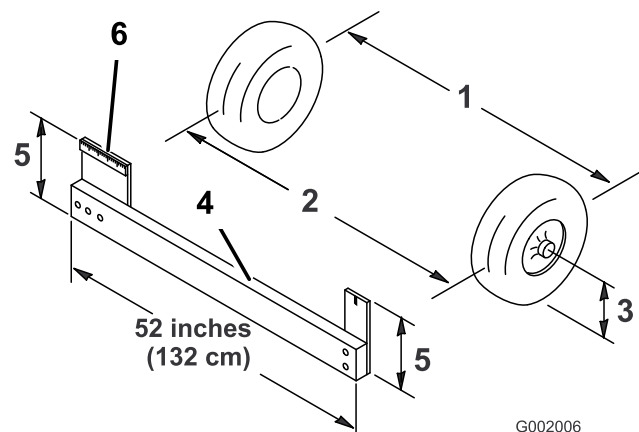

図 58
4. 前輪の前と後ろで、左右のタイヤの中央線間距離を測る；計測はアクスルの高さで行う (図 58)。前輪の後ろで、アクスルの高さで測定を行うには市販または手製のトーイン測定器が必要となる。前後の計測とも同じ道具を使用し、アクスルの高さで正しく測定すること (図 58)。